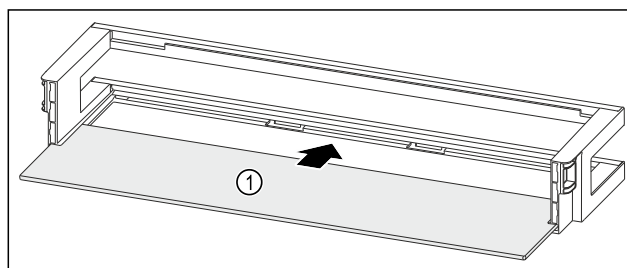

Fig. 97 Дверная полка со съемной полкой
- ▶ Вдвиньте съемную полку Fig. 97 (1) в боковые пазы.